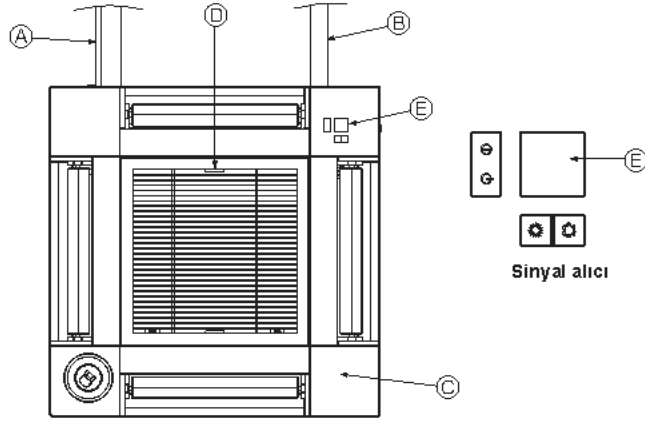

Fig. 10-17
10.5. Giriş ızgarasının montajı (Fig. 10-17)